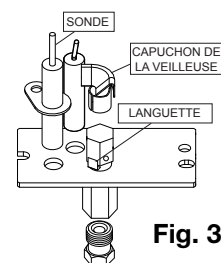

Fig. 3
- ☐ 7. Desserrer le capuchon de la veilleuse jusqu'à le languette glisse facilement (**Fig. 3**). Glissez-le languette aux combustion désiré. **NOTE: Le languette est est marqué avec NG ou P.** Resserrer le capuchon pilote à la position originale.